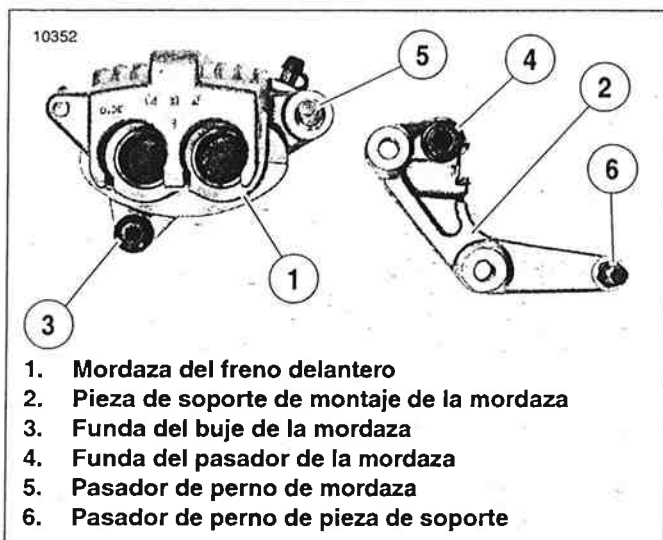

Figura 2-102. Lubricación de las fundas y pasadores de la mordaza
1. Vea la Figura 2-102. Aplique aproximadamente 0,4 g de grasa de freno G40M (pieza N° 42820-04) dentro de la funda del buje de la mordaza (3) y la funda del pasador de la mordaza (4).